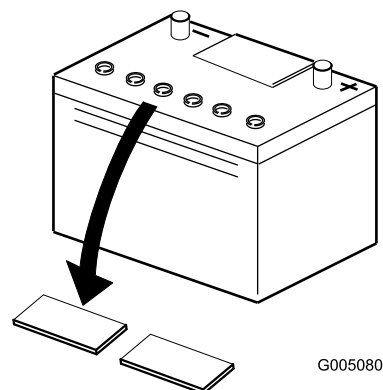

Figura 6
2. Limpe a parte superior da bateria e retire as protecções das aberturas de ventilação (Figura 6).